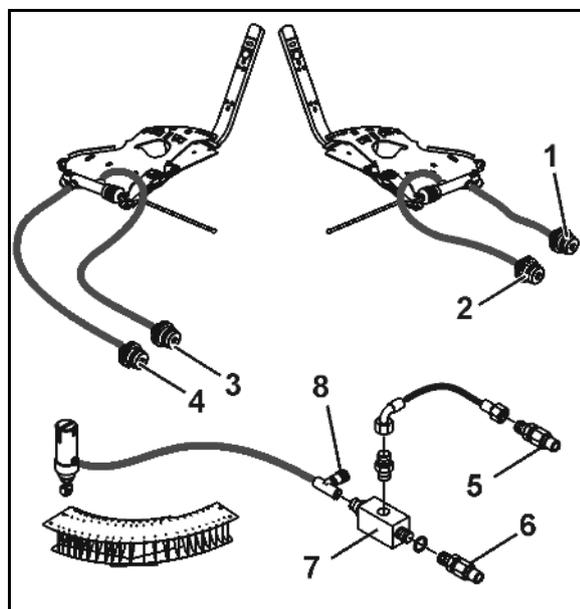

図 96
1. プロペラシャフトの接続ヨーク (図 96/2) にある円錐形グリースニップル (図 96/1) を外します。
2. プロペラシャフトのヨークフランジ (図 96/3) とギアボックス入力軸のフランジの間のせん断ボルト (図 96/4) を取り外します。